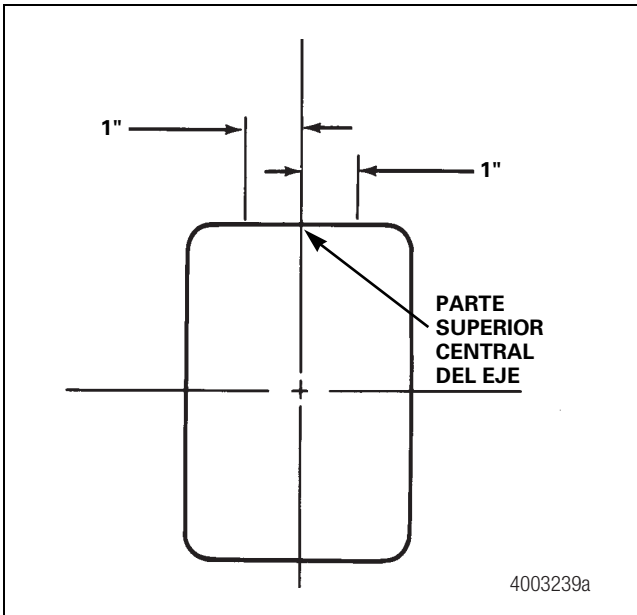

Figura 7.12
- No se permite soldar dentro de una área de una pulgada (25.4 mm) de la parte superior central del eje. Figura 7.12.